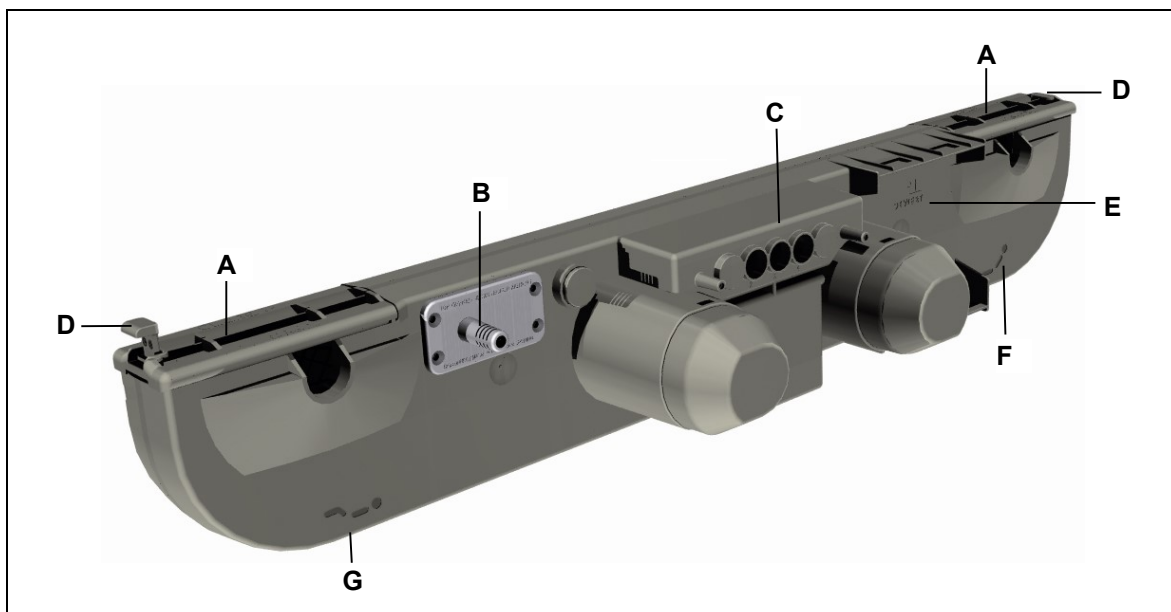

Abbildung 4 Hauptbestandteile des Doppelantriebs DUOMAT 7
3 Ziehen Sie die optionale Schließersicherung (siehe Abbildung 4) bis zum Anschlag heraus.
- 5 Bringen Sie den DUOMAT 7 in die richtige Position zur Applikation. Die Aufnahmen für die Kopf- und Fußseite müssen den jeweiligen Beschlägen an der Applikation zugeordnet sein (Symbole am DUOMAT 7 siehe Abbildung 4).
- 8 Schließen Sie die optionale Schließersicherung (siehe Abbildung 4) durch Herunterdrücken.